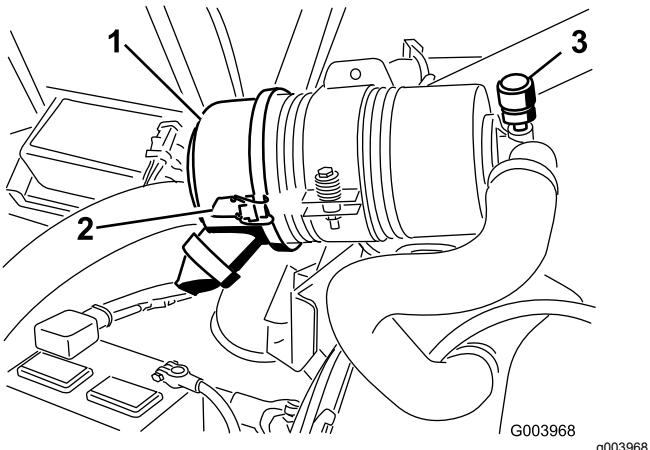

Figura 46
Effettuate la manutenzione del filtro dell'aria quando l'indicatore (Figura 46) lo richiede. Sostituendo il filtro dell'aria prima del necessario si aumenta il rischio che la morchia penetri nel motore quando si toglie il filtro.
1. Rilasciate i fermi che fissano il coperchio del filtro dell'aria al relativo corpo (Figura 46).